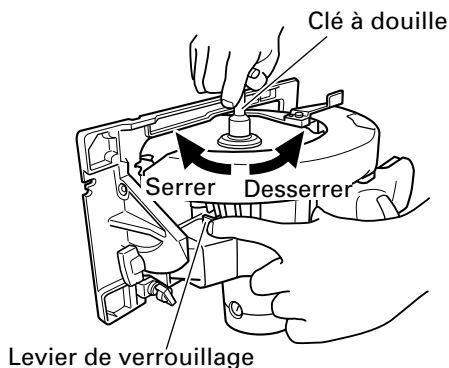
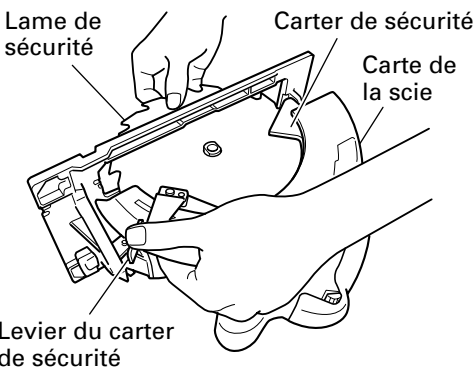

Fig. 19
Fig. 20
- (1) Régler le volume de coupe au maximum, et placer la scie circulaire comme indiqué à la Fig. 19.
- (2) Appuyez sur le levier de verrouillage, verrouiller l'arbre, et retirer le boulon à bride hexagonale et la rondelle (B) à l'aide de la clé à douille.
- (3) Tout en tenant le levier du carter de sécurité pour maintenir le carter de sécurité complètement rentré dans le carter de la scie, retirer la lame de scie. (Fig. 20)